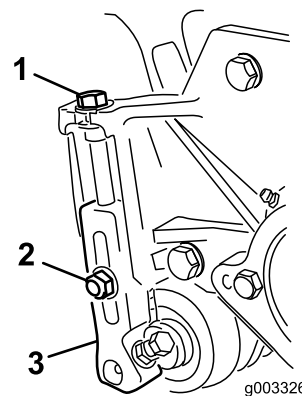

Bild 8
3. Lösen Sie die Sicherungsmuttern, mit denen die Schnitthöhenhalterungen an den Seitenplatten der Schneideinheit befestigt sind (Bild 8).